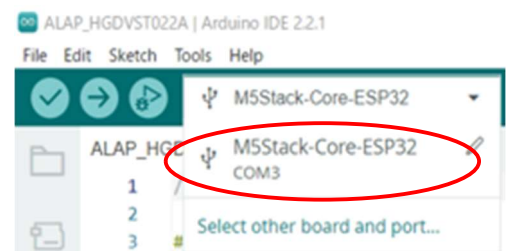

图 4
3. [Select Board]下拉框内选择“M5Stack-Core-ESP32”或者“M5Core”，并且将 M5Stack 连接至 COMxx 端口 (图 4)。